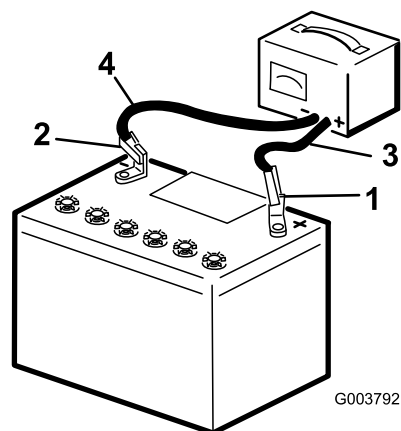

Figure 44
2. Chargez la batterie au régime de 3 à 4 ampères durant 4 à 8 heures (Figure 44). Ne chargez pas la batterie excessivement.
3. Quand la batterie est chargée au maximum, débranchez le chargeur de la prise, puis débranchez les fils du chargeur des bornes de la batterie (Figure 44).
1. Branchez le câble positif (rouge) de la batterie à la borne positive (rouge) au moyen des fixations retirées précédemment (Figure 44).
3. Branchez le câble négatif de la batterie à la borne négative (noir) au moyen des fixations retirées précédemment (Figure 44).
4. Fixez la batterie au moyen de la barre et des écrous à oreilles (Figure 44).